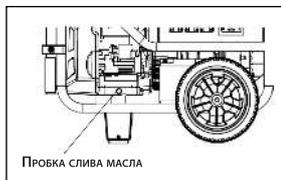

Рис. 14
- Найдите месторасположение маслоливной пробки (Рис. 14).